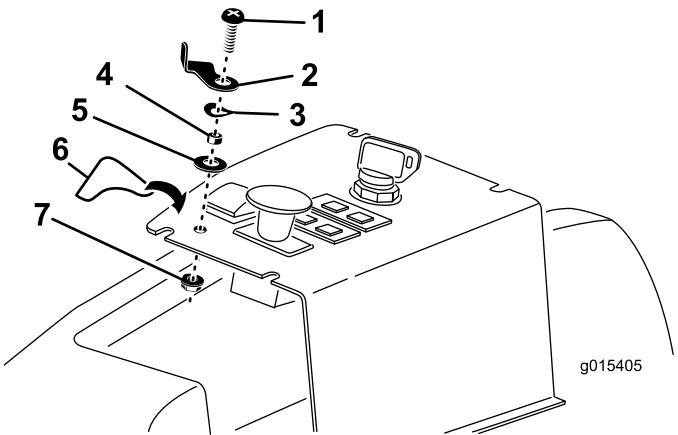

Figura 13
3. Insira a alavanca de bloqueio de elevação, espaçador, anilha ondulada e anilha plana no parafuso de cabeça chata de 1/4 x 1 pol. posicionando como se mostra em Figura 13.
4. Insira o conjunto da alavanca de bloqueio de elevação no furo do painel de controlo e prenda-o com uma porca de bloqueio. Posicione a alavanca de bloqueio de elevação como se mostra em Figura 13).
5. Coloque o autocolante da alavanca de bloqueio de elevação no painel de controlo, posicionando como se mostra em Figura 13.